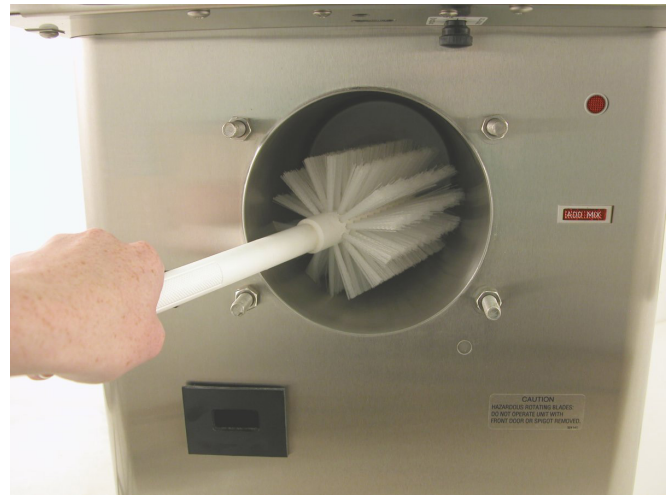

Figure 3-7 Nettoyage du Cylindre de Congélation
- E. Lavez la trémie et le cylindre de congélation avec la solution de nettoyage et les brosses fournies (voir figure 3-7).